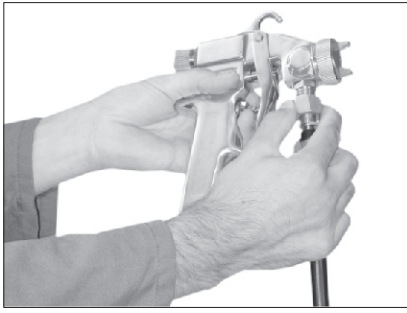
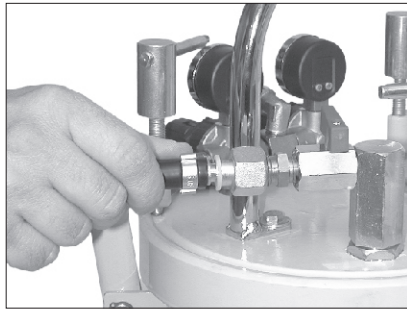

Fig. 10
Fig. 11
- Brancher le tuyau Peinture (tuyau Noir) sur le pistolet (Fig. 10) puis sur la sortie Peinture du pot (robinet avec raccord conique en laiton : Fig. 11).